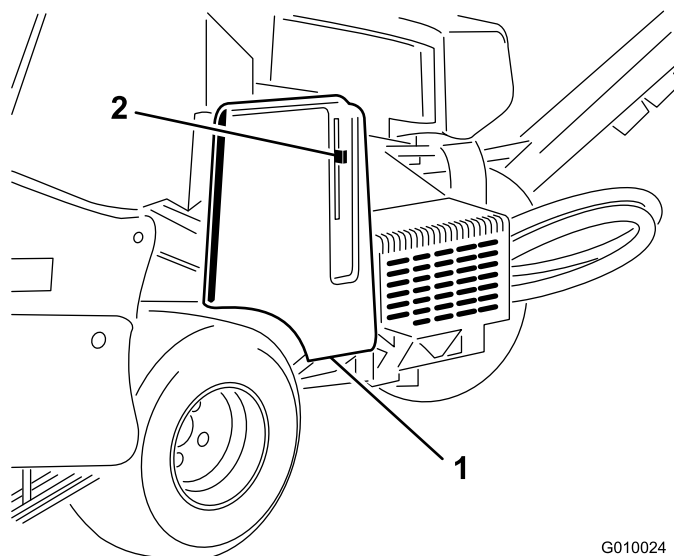
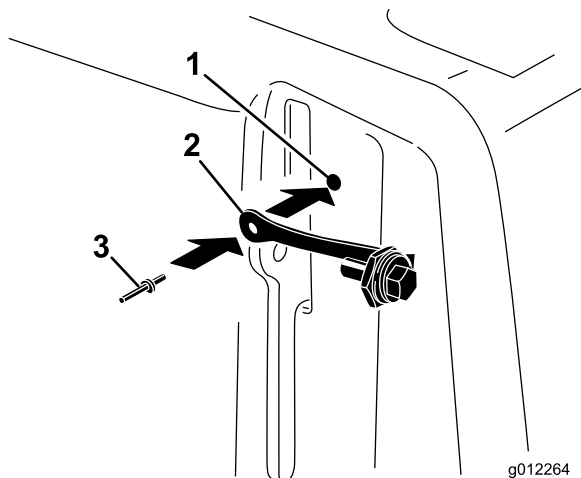

Figura 9
Figura 10
1. Localice el taladro de la cubierta de la correa, junto a la palanca de enganche (Figura 9 y Figura 10).
2. Usando el taladro de la cubierta de la correa, instale el conjunto de la trabilla con un remache ciego (Figura 10).